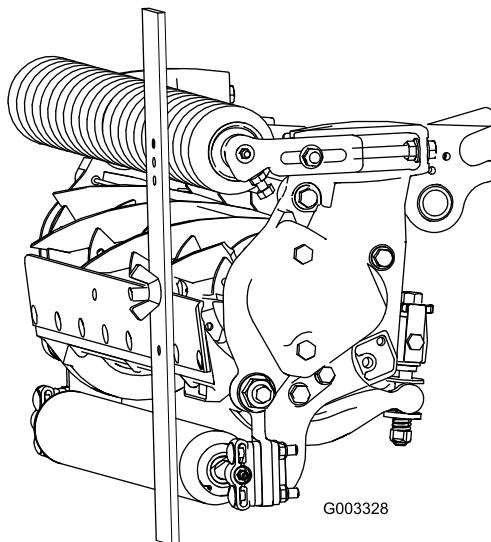

図 26
4. ゲージバーのねじの頭を下刃の先端に引っかけ、バーの後端を後ローラに当てがう 図 26。
5. バーの前端がローラに当たるように、調整ネジで調整する 図 26。ローラ全体が下刃と平行になるように、ローラの両側を均等に調節する。